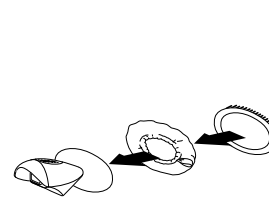

図15
- ボンネットの端の紫色の輪を使用して、ボンネットを衣類用スチーマーのノズルに被せます(図15)。